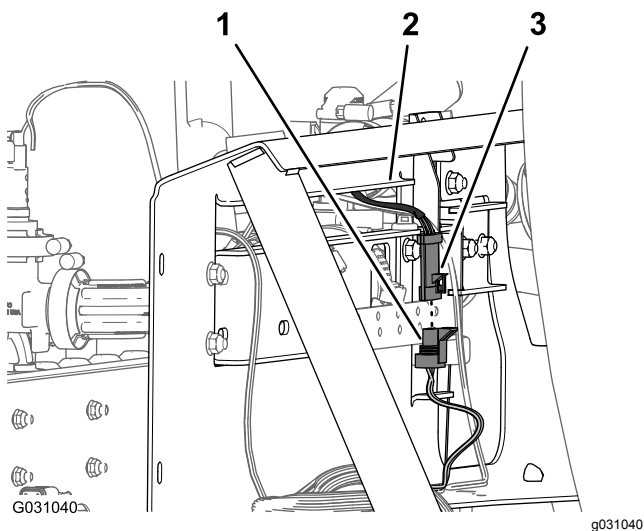

Figura 103
6. Ligue o conector de três pinos para a cablagem da válvula de agitação no conector de três tomadas da secção com 203 cm da cablagem identificado **Válvula de agitação** (Agitation Valve) (Figura 103).